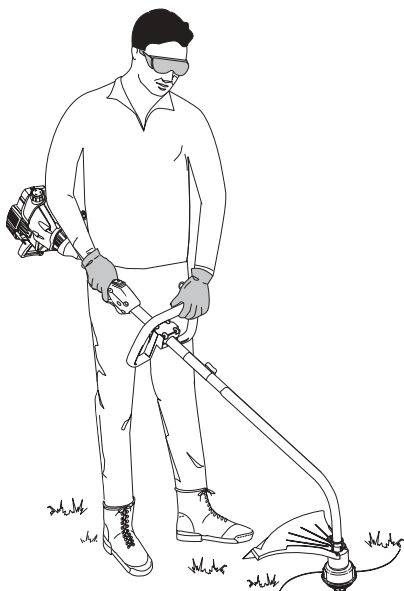

Figure 2
5. Tenez l'appareil en position d'utilisation (Fig. 2), puis positionnez la poignée en D de manière à assurer une prise idéale.